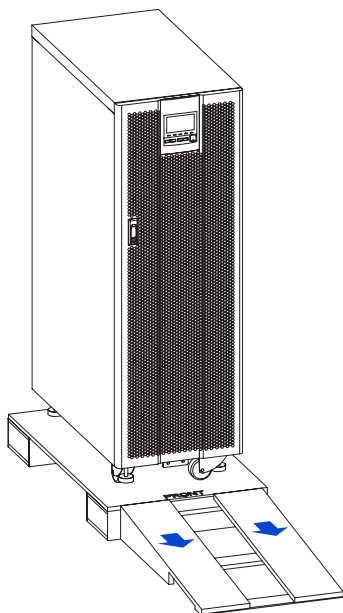

Figura 3-7 Coloque la placa deslizante.
7. Coloque la placa de inclinación en la parte frontal del UPS, y mantenga el extremo superior de la placa deslizante cerca del soporte de madera, y mueva el UPS a tierra lentamente (como se muestra en la figura 3-7).